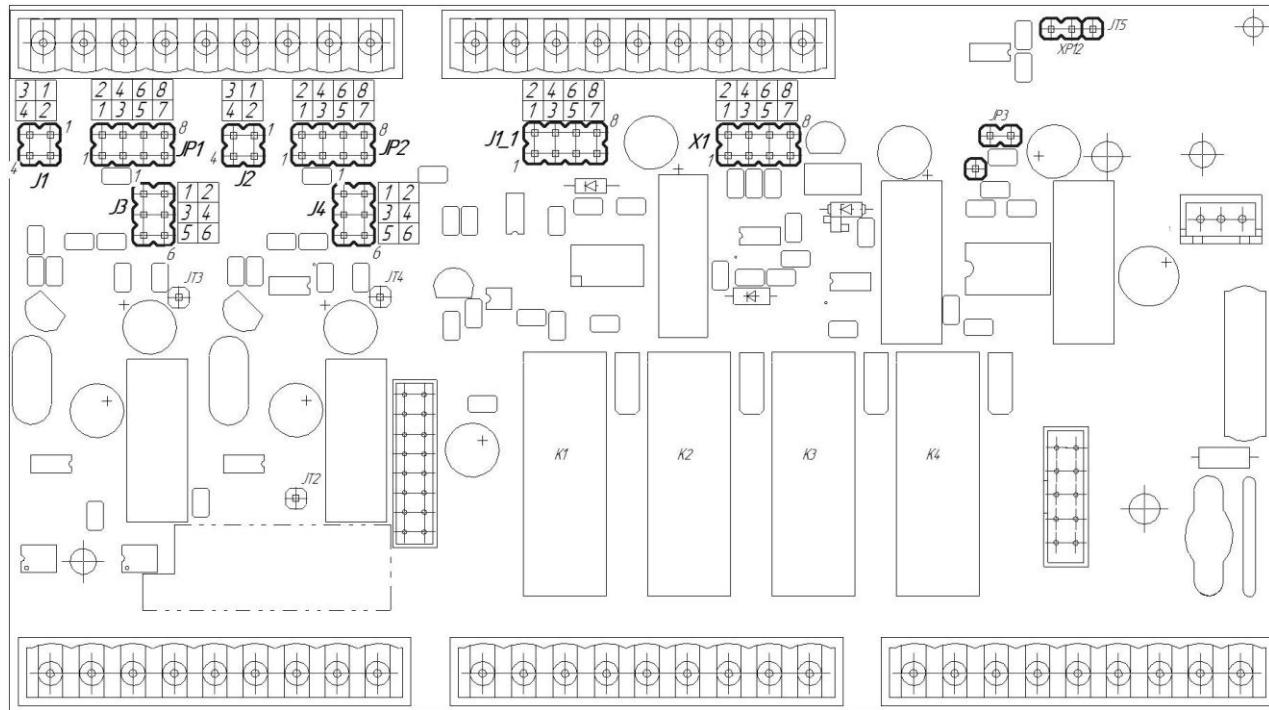

Рисунок 4.6 – Положение перемычек на плате входов
- установить положение перемычек на модуле универсальных входов в положение согласно выбранного типа входного сигнала (таблица 4.9.1, рисунок 4.6).
Диапазон аналоговых выходов АО1 и АО2, настраивается перемычками X1 и J1_1 (см. рисунок 4.6) на модуле универсальных входов/выходов. Типы выходного сигнала и соответствующие положения перемычек приведены в таблице 4.9.2.